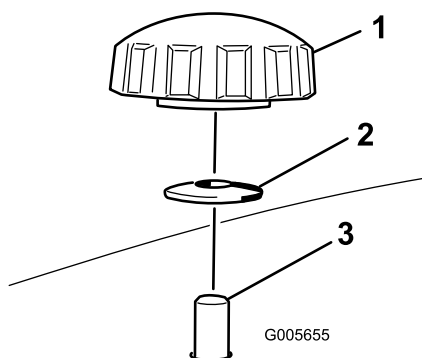
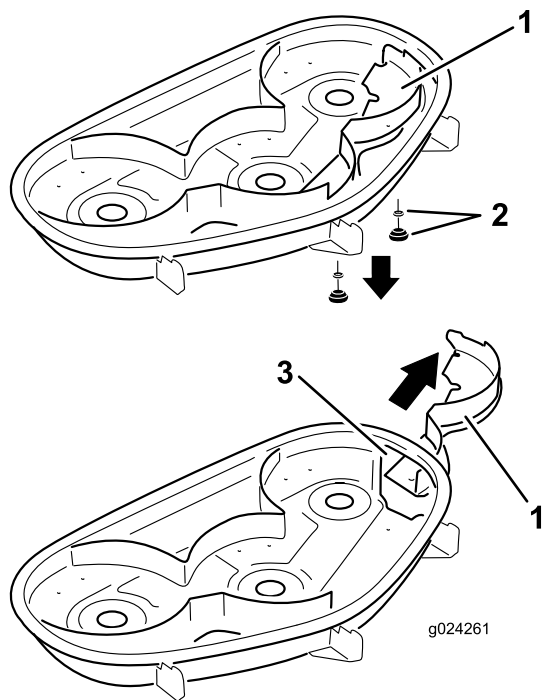

Figure 32
Figure 33
4. Retirez les 2 boutons et rondelles bombées qui fixent le déflecteur droit au plateau de coupe (Figure 32).
5. Déposez le déflecteur droit et abaissez le déflecteur d'herbe sur l'ouverture d'éjection, comme illustré aux Figure 32 et Figure 33.
5. Insérez le déflecteur droit sous le plateau de coupe et fixez-le en place avec 2 boutons et les rondelles bombées (face concave vers le plateau de coupe) comme montré à la Figure 32 et la Figure 33.